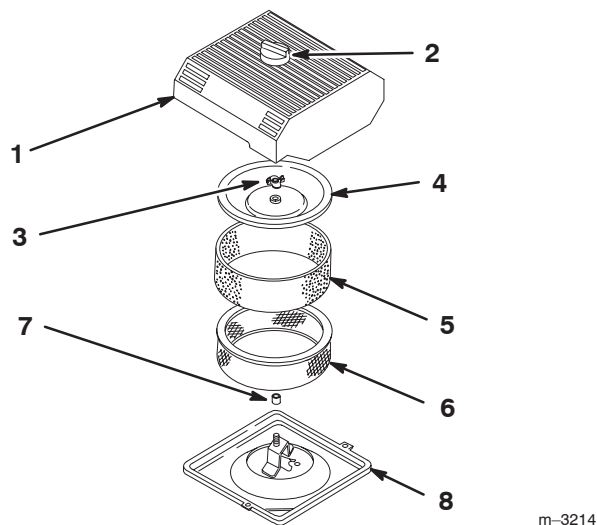

Figure 28
3. Nettoyez la surface autour du filtre à air pour éviter que des impuretés ne s'introduisent dans le moteur et l'endommagent (Fig. 28).
4. Desserrez le bouton sur le couvercle du filtre à air et déposez le couvercle (Fig. 28).
5. Glissez délicatement l'élément en mousse hors de l'élément en papier (Fig. 28).
6. Dévissez l'écrou du couvercle et déposez le couvercle et l'élément en papier (Fig. 28).
1. Glissez délicatement l'élément en mousse sur l'élément en papier (Fig. 28).
3. Vissez l'écrou à la main contre le couvercle (Fig. 28).
4. Reposez le couvercle du filtre à air et le bouton (Fig. 28).